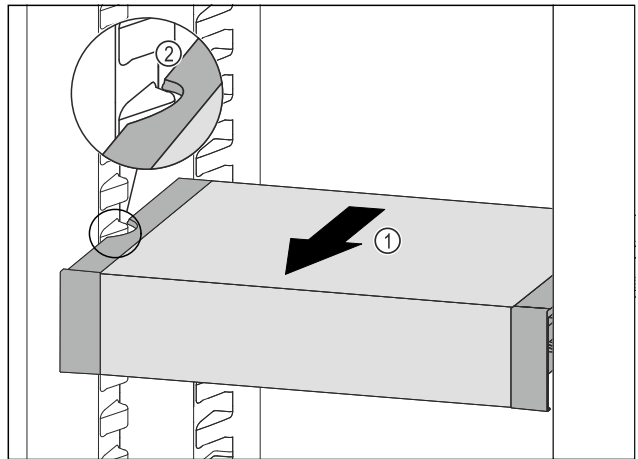

Fig. 93
- VarioSafe nach vorne ziehen *Fig. 93 (1)*, bis sich die seitlichen Aussparungen des VarioSafes auf Höhe der Behälterrippe im Kühlteil befinden. *Fig. 93 (2)*